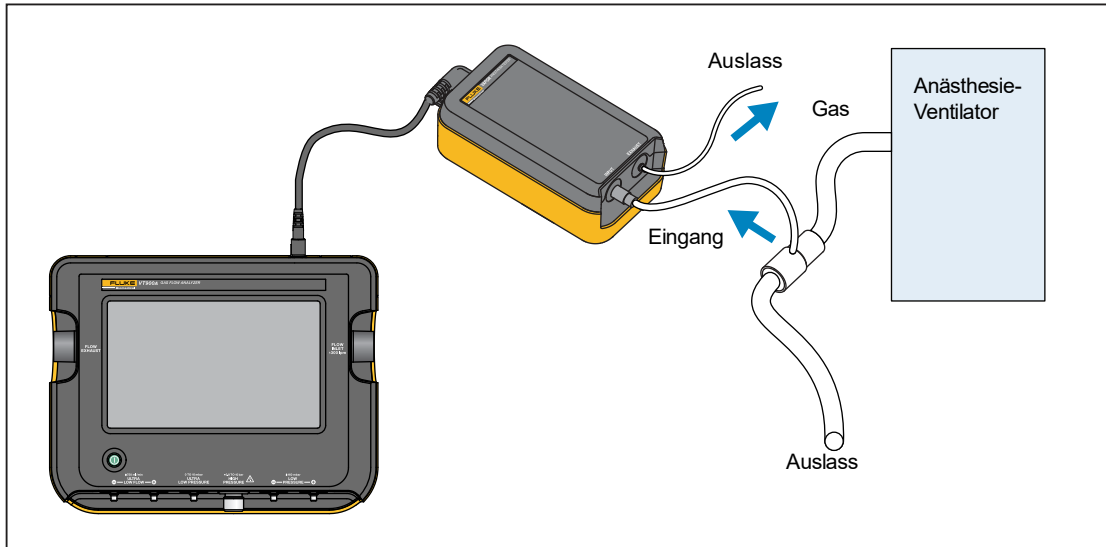

Abbildung 4. Anästhesie-Gas-Anschlüsse
Die VAPOR Anschlüsse sind in Abbildung 4 dargestellt.
1. Stellen Sie diese Verbindungen zu VAPOR her (siehe Abbildung 4):